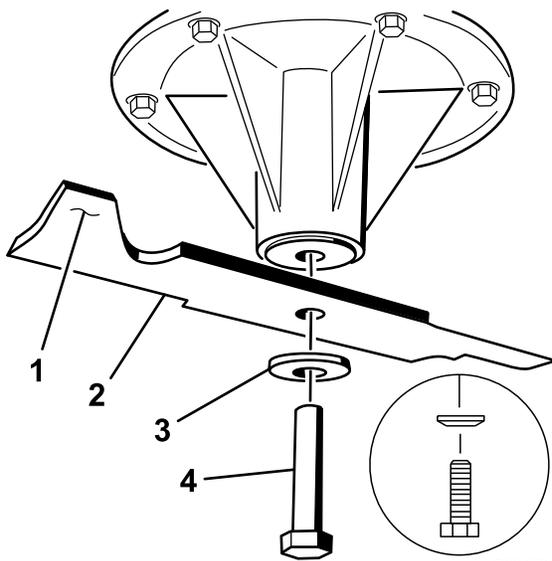

Figura 99
- Instale la cuchilla en el eje (Figura 99).
- Instale la arandela de muelle y el perno de la cuchilla (Figura 99).